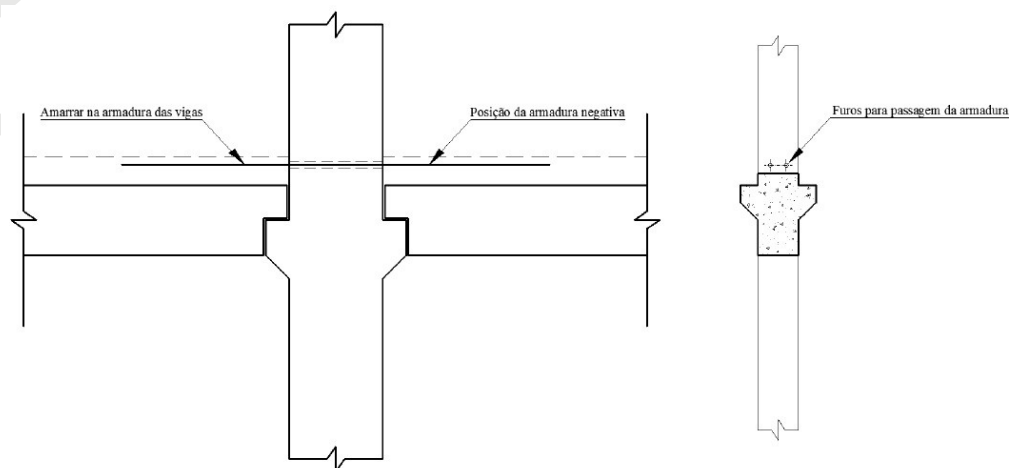

Figura 2 – Posicionamento armadura negativa
- Nos pilares com furo passante somente passar as barras conforme indicado em figura 2 (Ver detalhe em projeto);